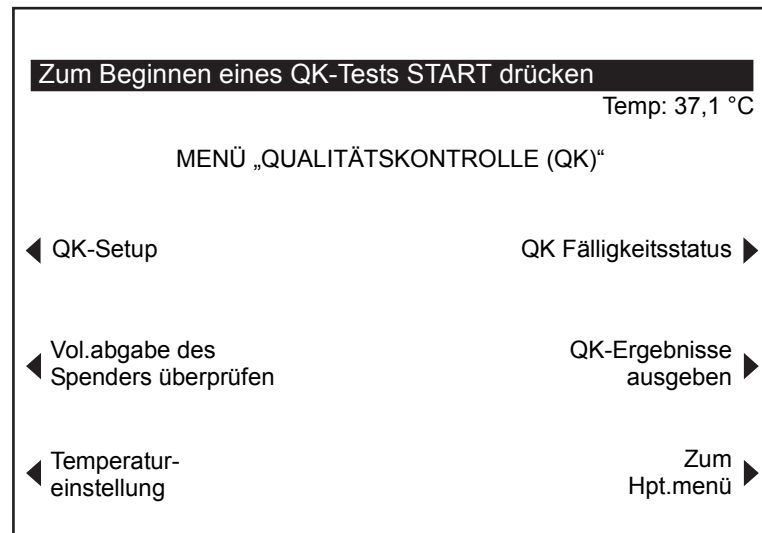

Abbildung 7-1. Bildschirm MENÜ „QUALITÄTSKONTROLLE (QK)“
Der Bildschirm MENÜ „QUALITÄTSKONTROLLE (QK)“ (siehe Abbildung 7-1) wird im Bildschirm HAUPTMENÜ aufgerufen und ermöglicht den Zugriff auf alle Qualitätskontrollfunktionen des HMS Plus.